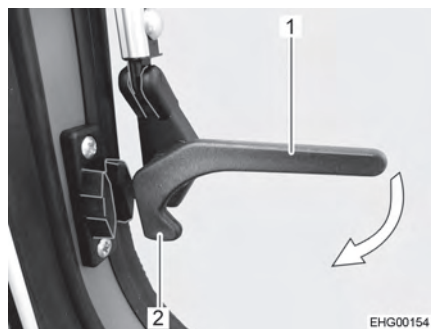

Bild 40 Verriegelungshebel, seitlich (Stellung "geöffnet")
- Die seitlichen Verriegelungshebel (Bild 40,1) eine viertel Umdrehung zum Fensterrahmen hin drehen, bis die Verriegelungsnase (Bild 40,2) einrastet.